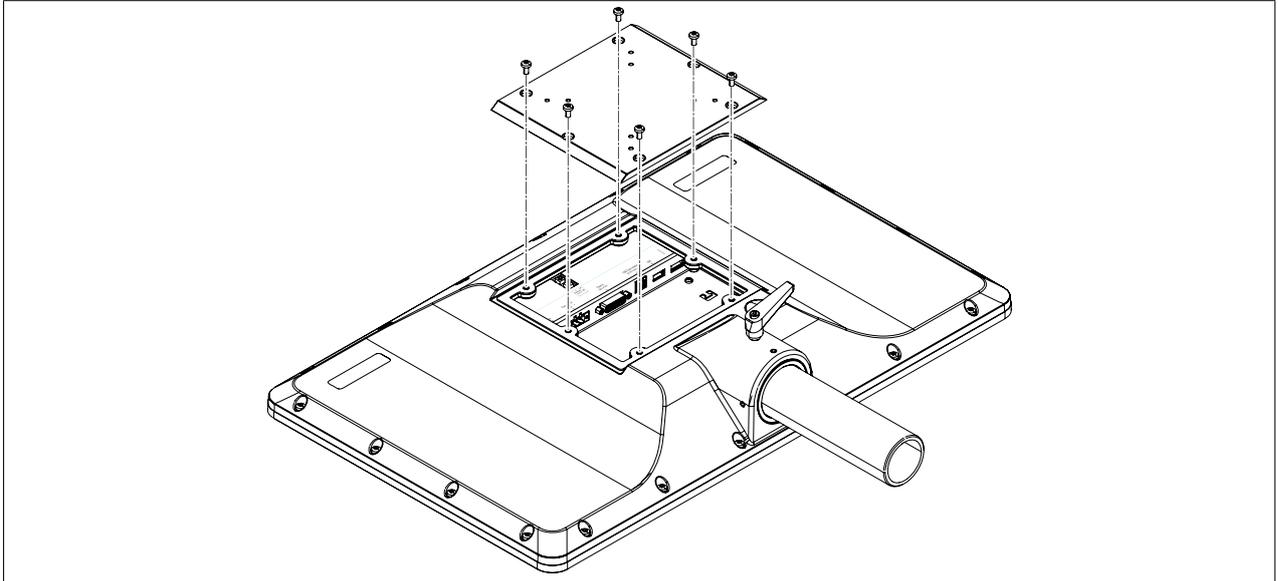

Abbildung 29: Schnittstellendeckel demontieren
1. Schnittstellenabdeckung demontieren (siehe Abb. 29 "Schnittstellendeckel demontieren" auf Seite 38 ).